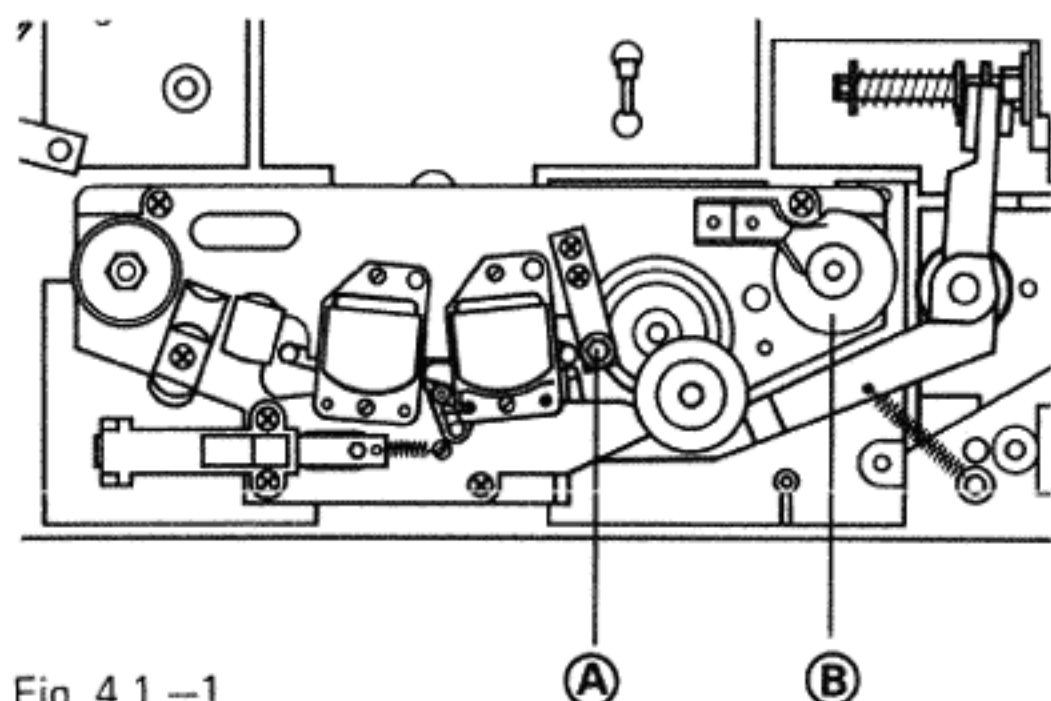

Fig. 4.1.-1
- Bandführungen reinigen, Bandführung (A) *nicht verstellen*. Wenn nötig, kann die Bandführung mit einem Kreuzschlitz-Schraubenzieher vom Kopfträger gelöst werden (2 Schrauben, Fig. 4.1.-1).
- Tacho-Rolle (B) reinigen
- Clean tape guides, take care *not to alter* the adjustment of guide (A). The tape guide may be removed from the headblock after undoing its Phillips head mounting screws (2 screws, fig. 4.1.-1).
- Clean the tacho roller (B)
Nettoyez les guides de bande, *ne pas dérégler* le guide de bande (A), qui si nécessaire ne sera démonté qu'avec son support, à l'aide d'un tournevis à croix (2 vis, fig. 4.1.-1).
- Nettoyez la roue tachymétrique (B)